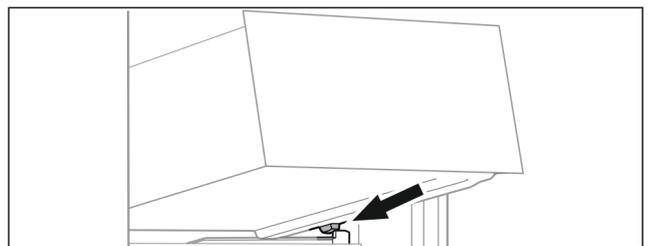

Fig. 96
- ▶ Applicare il cassetto inclinandolo dietro i fermi sulla nervatura del contenitore. (vedere Fig. 96)